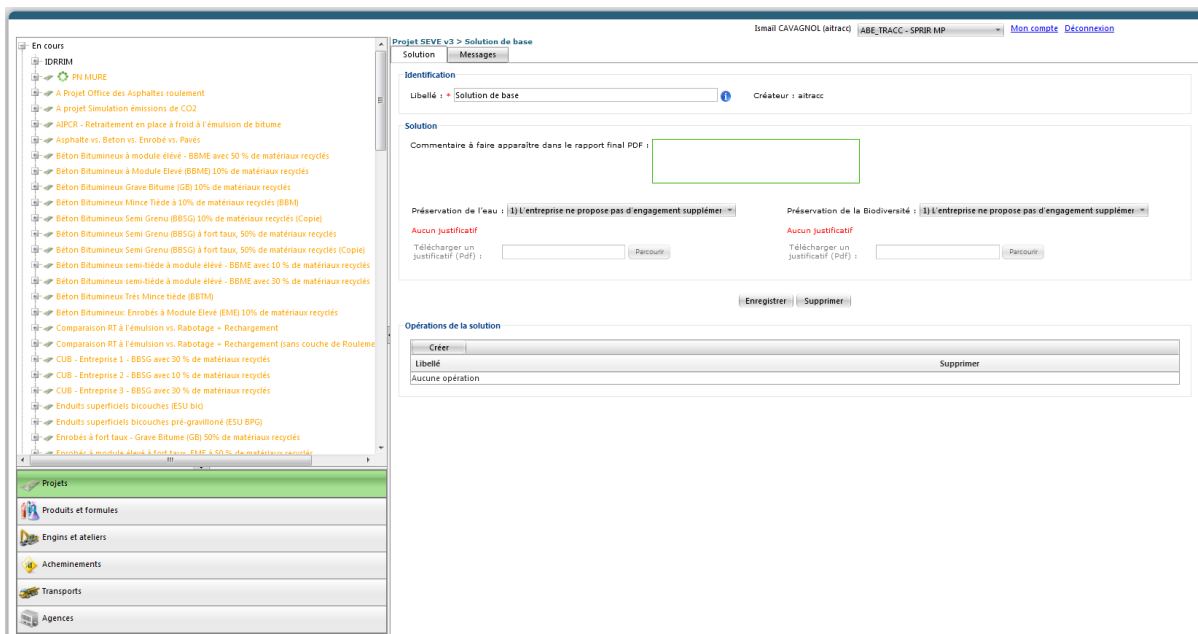

Figure 48 – Création des opérations dans la 1ere solution communément appelée « de base »
- 9- Dans Solutions du projet, une « Solution de base » est créé automatiquement (Figure 48).